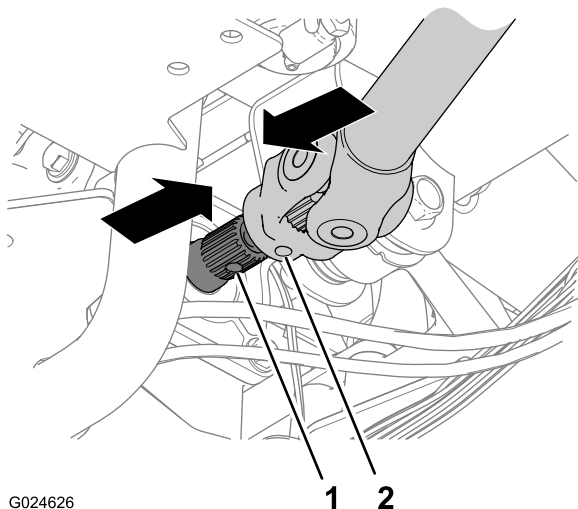

Figure 29
- Alignez les cannelures de la fourche fixe sur l'arbre d'entraînement et les cannelures sur l'arbre d'entrée du différentiel avant (Figure 29).
- Tournez l'arbre d'entrée du différentiel avant jusqu'à ce que le trou dans l'arbre d'entrée soit en face du trou dans la fourche fixe (Figure 29).
- Glissez la fourche sur l'arbre d'entrée et avancez-la jusqu'à ce que le trou dans la fourche soit en face du trou dans l'arbre (Figure 29).